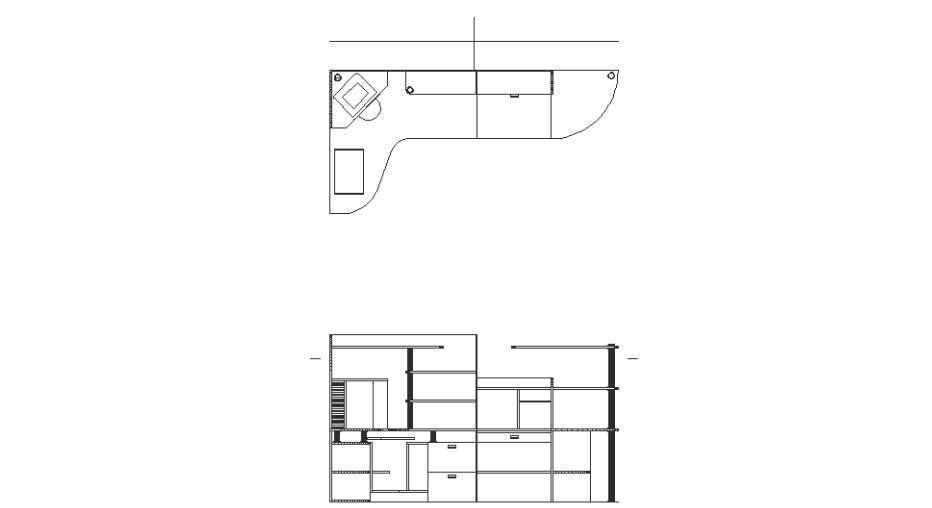

Рис. 10.8 ▼ Штрихи линии сечения для разреза А–А созданы
- линию сечения разреза А–А (рис. 10.8). Переместите полученные штрихи на слой **Штриховка 1495**.